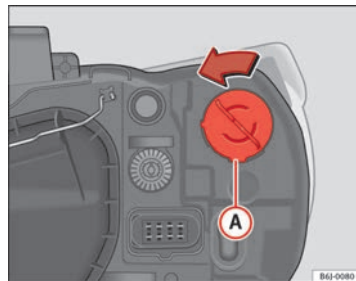

Fig. 156 Clignotant de projecteur simple
- Tournez le support d'ampoules ⇒ fig. 156 Ⓐ vers la gauche puis tirez.